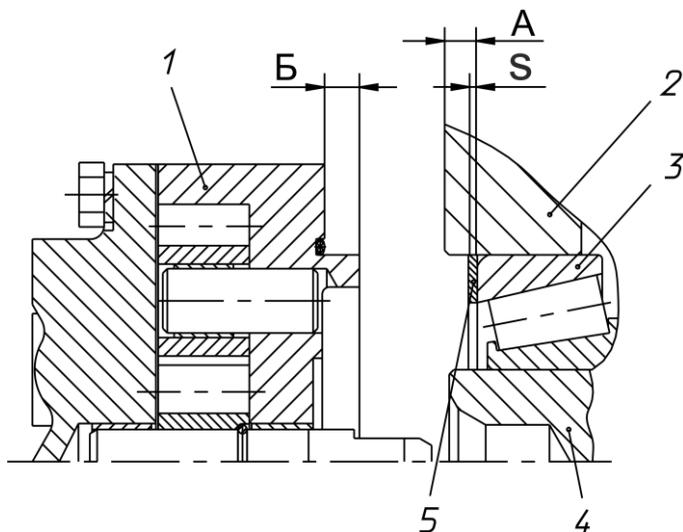

Рисунок 18 – Регулировка осевых зазоров в подшипниках первичного, промежуточного и вторичного валов:
5.1 Установить в расточку картера КП наружное кольцо переднего подшипника промежуточного вала, после чего измерить абсолютную величину размера А (между торцами картера и наружным кольцом подшипника) рисунок 18. При этом наружное